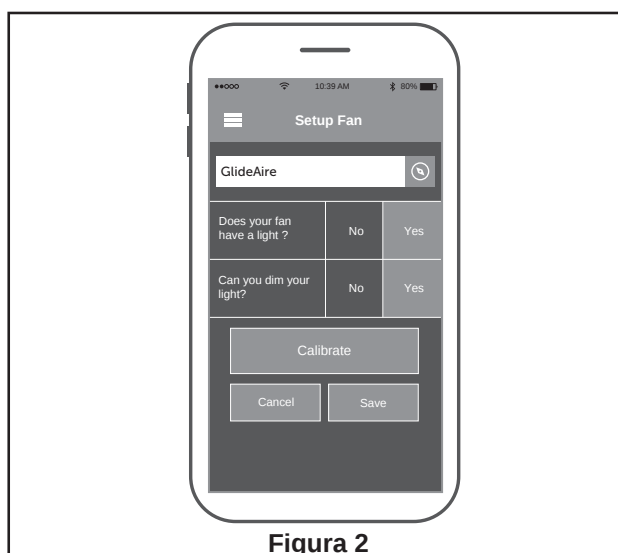

Figura 2
- ☐ 2. Ponga un nombre a su ventilador, responda a las preguntas sobre la iluminación, seleccione guardar y su ventilador estará listo para ser utilizado. (Figura 2)